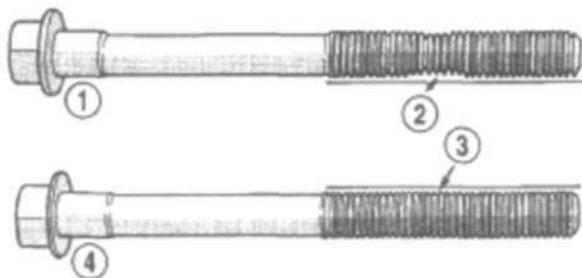

Рис. 9 Проверка болтов на вытяжку (сужение)
**ПРИМЕЧАНИЕ:** Проверьте болты головки блока **ПЕРЕД** повторным использованием. Если резьба сужена, замените болты (Рис. 9).